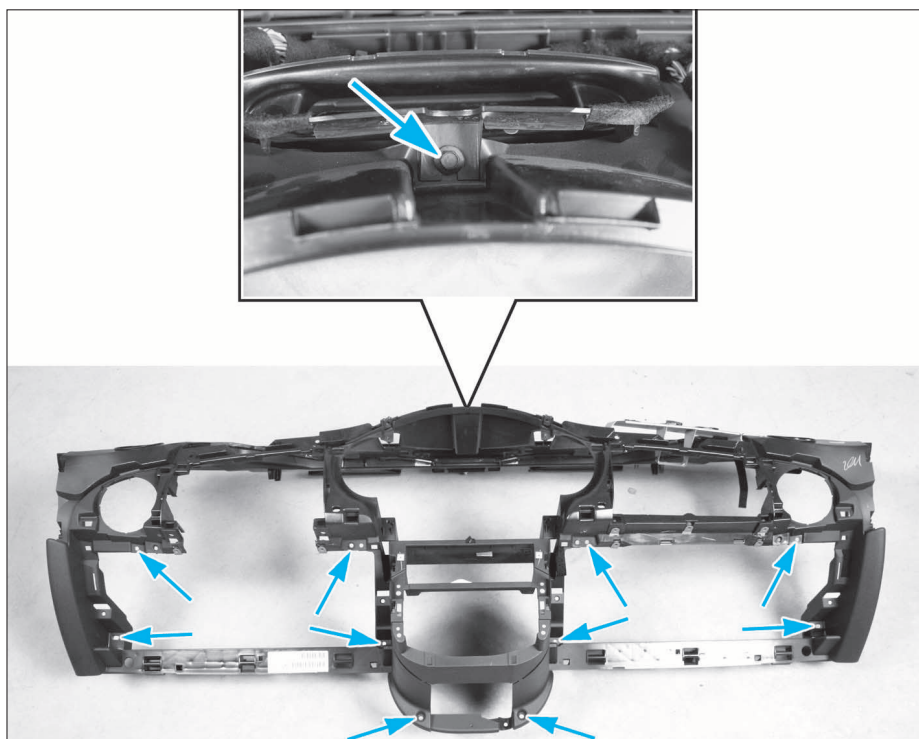

FIG. 16
- les 11 vis de fixation de la planche de bord sur l'armature (Fig.16).